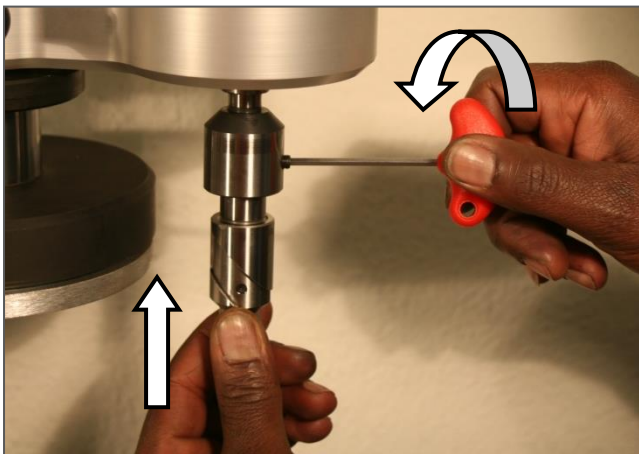

Fig. 36
2. Die Gewindeschraube kann mit dem Griffinbusschlüssel gelöst werden. Der Drehkopf kann nun herausgezogen werden. Den gewünschten Drehkopf in die Spindel einführen. Kontrollieren, ob die Markierung auf dem Drehkopf in die gleiche Richtung zeigt wie die Gewindeschraube der Spindel. Den Drehkopf ausrichten und die Gewindeschraube anziehen, um den Drehkopf zu klemmen. Fig. 36